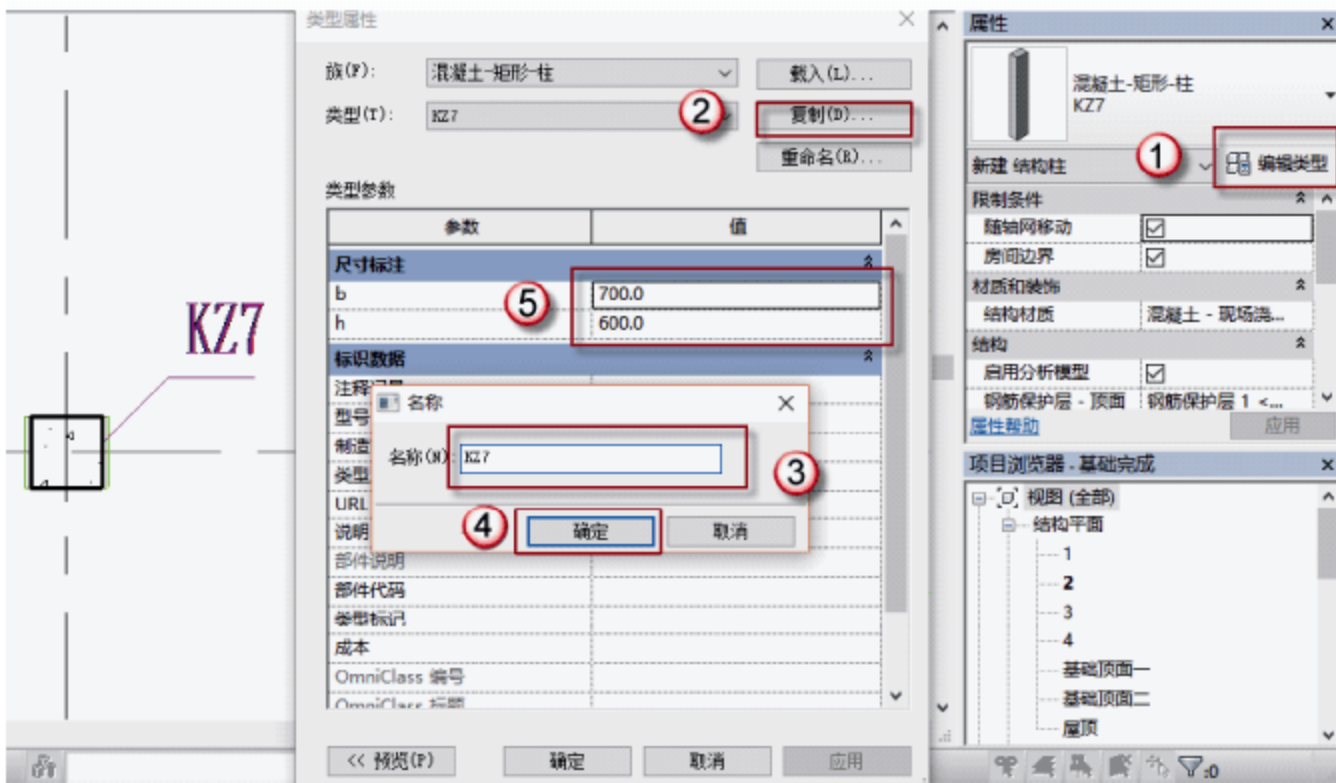

图 4.1.15 设置矩形框架柱 KZ7
(15) 设置矩形柱 KZ7 参数，按快捷键 C+L，出现绘制的界面，单击“编辑类型”按钮，在弹出的对话框中单击“复制”按钮，再在弹出的对话框中命名新的族 KZ7，单击“确定”按钮。在“尺寸标注”栏设置参数，如图 4.1.15 所示。